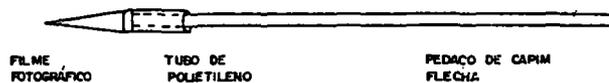

Fig 4
- 3 - Fixe o filme ao capim flecha por meio do tubinho de polietileno. (ver Fig 4).